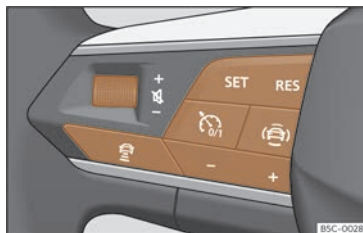

Fig. 173 Sur le volant multifonction : boutons de commande de l'ACC.
Votre véhicule dispose d'ACC s'il dispose du menu de configuration dans le système d'infodivertissement»» page 100 , et s'il dispose des boutons de la fonction ACC sur le volant multifonction»» fig. 173
- Pour démarrer la régulation, appuyez sur le bouton **SET** >>> **fig. 173**.
Pour programmer la vitesse, appuyez sur les boutons + ou - >>> **fig. 173** jusqu'à la vitesse souhaitée. Le réglage de la vitesse s'effectue par intervalles de 10 km/h (5 mph).
- Appuyez sur le bouton  puis sur le bouton + ou - >>> **fig. 173**.